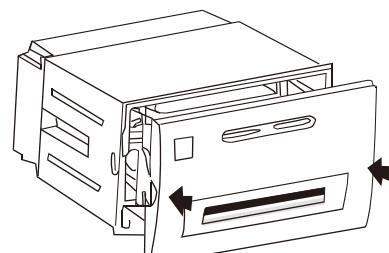
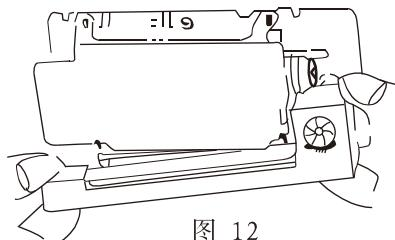

图 11
图 12
(8) 把盖、机头架及纸仓推入复位。如图11。
(2) 从打印机头上轻轻取下旧色带盒(见图12)。注意：请先抬起色带盒的左端，然后再抬起色带盒的右端，取下色带盒。
(3) 换新的色带盒。首先将色带盒的右端轻轻放在机头右端的齿轮轴上，左端稍微抬起，不要放下。这时如发现色带盒右端未落到底，请用手指按住色带盒上的旋钮，顺时针方向稍微转动一下，直到色带盒的右端落到底后再放下色带盒的左端。请检查色带是否拉直，或色带还露在色带盒的外面，可再旋动色带盒上的旋钮，直到把色带拉入色带盒内并拉直为止。当没有纸在机头里时，更换色带更加容易。
(4) 装上打印机的前盖板或推上上盖；合上盖，并把盖、机头架及纸仓推入复位，如图11。